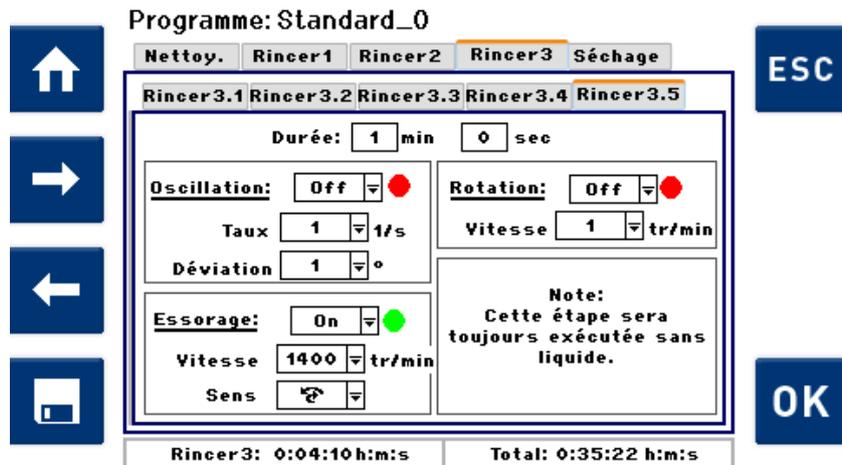

Fig.16.4 Écran des options pour Rinçage3.5 (écran similaire aux séquences de rinçage Rinçagex.5, x=1, 2, 3).
La quantité d'agent de rinçage restante sur les surfaces des pièces et du panier rotatif à évaporer via vide et chauffage des parois de la chambre de nettoyage est ensuite déterminée par la durée et l'efficacité des séquences d'essorage préalables au cours de la séquence Rinçagex.5 (fig. 16.4) et Séchage1 (fig. 16.5).
2. programmer une vitesse de rotation suffisamment élevée (jusqu'à 1400 tr/min) et une durée d'essorage avec changement de sens de rotation, pendant laquelle du liquide continue d'être essoré (généralement un total de 40 = 2x20 sec), dans la séquence Séchage1 (fig. 16.4).